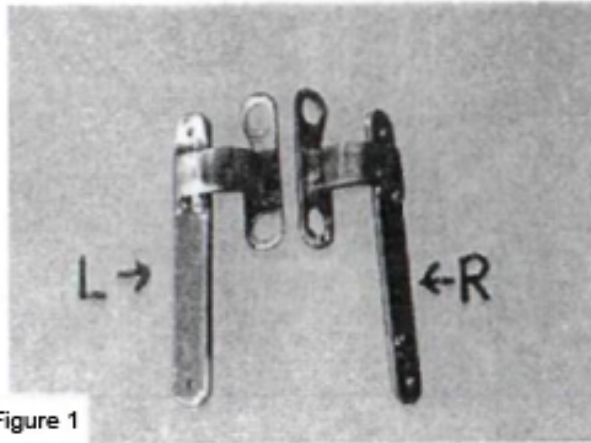

Figure 1
- Bild 1: Im Lieferumfang enthaltene Bohrschablonen für rechte und linke hintere Seitenverkleidung gekennzeichnet mit „R“ und „L“
- Figure 1: Drilling templates contained in the scope of supply for right and left rear side panel, marked with "R" and "L"